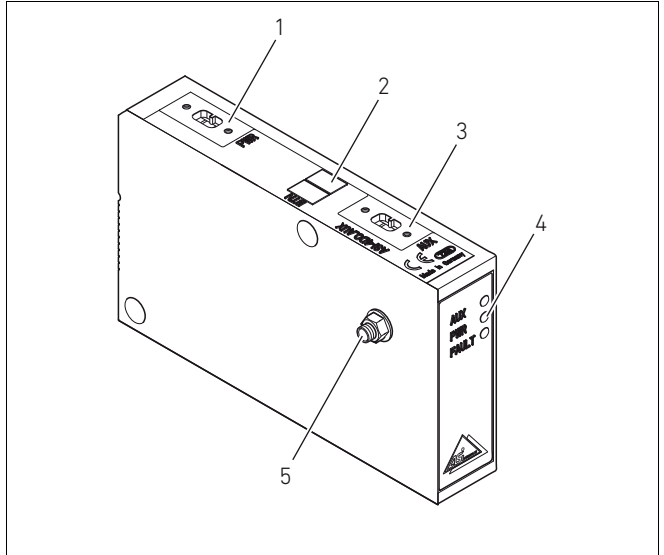

Fig. 5: Coupleur de bus, exemple 4DO-AUX
A la livraison, la vis pour le raccord FE est vissée dans l'embase terminale EP du VS HF04. Cependant, le raccordement FE (2) peut également être effectué au choix sur l'embase terminale ou directement sur l'AS-i (voir Fig. 4 à la page 100 et Fig. 5 à la page 101).
- Pour cela, dévisser la vis pour le raccord FE (1) de l'embase terminale EP du VS et la visser au raccord FE de l'embase terminale E (2) ou directement dans l'AS-i. Puis établir la connexion à la mise à terre.